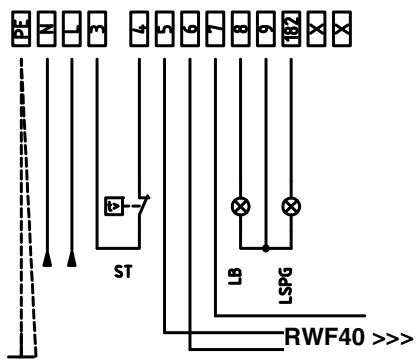

Рис. 21: Модулирующие горелки
3). В случае с модулирующими горелками, клеммы 5,6 и 7 клеммника MA горелки уже подсоединенены с модулирующим регулятором (мод. **RWF 40**). С электрощита выходит 4-х полюсная вилка, предназначенная для подключения датчика температуры или давления (см. Рис. 21)